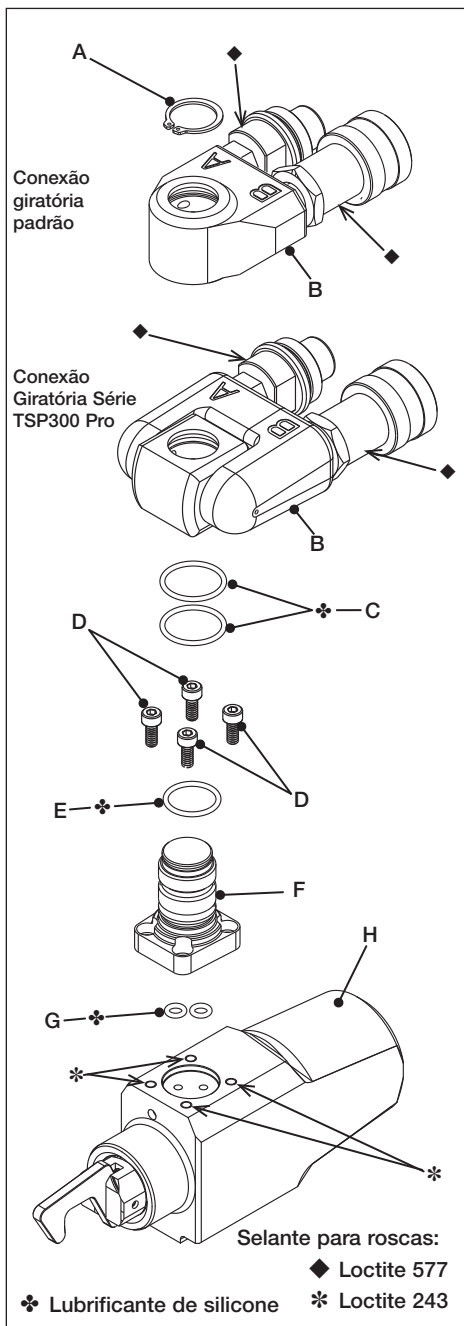

Fig. 16
5.3 Manutenção completa - Conexão Giratória Hidráulica e Unidade de acionamento (fig. 16, 17 e 19)